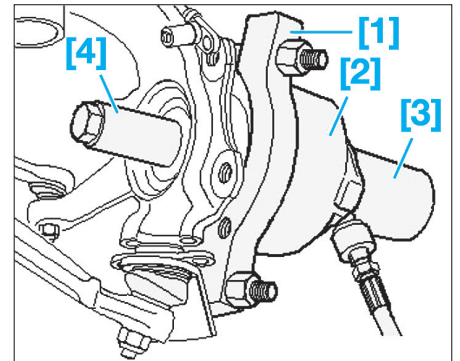

Fig. 28
- le décolleur [1] entre le pivot et le moyeu de roue (Fig.28),